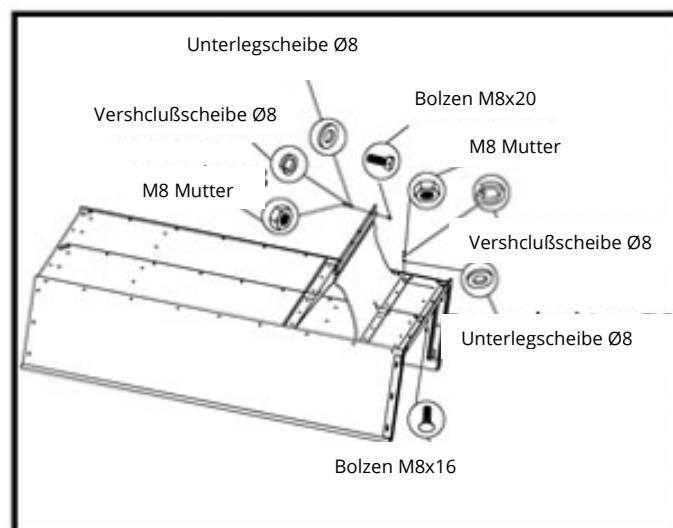

Abbildung 4
7. Die Ladefläche wird nun umgedreht. Der Beschlag für die Hinterachse kann jetzt montiert werden. Siehe Abbildung 4.
8. Die Hinterachse wird schließlich in den Beschlag gesteckt und so angepasst, dass die Enden an jeder Seite gleich weit herausragen. Die Achse kann nun mit dem Beschlag befestigt werden. Verwenden Sie dazu zwölf M8x16-Rundkopfschrauben, Ø8-Unterlegscheiben, Ø8-Verschlusscheiben und M8-Hex-Muttern wie in der Abbildung 4 abgebildet. Die Schraubenköpfe müssen sich an der Innenseite des Wagens befinden.